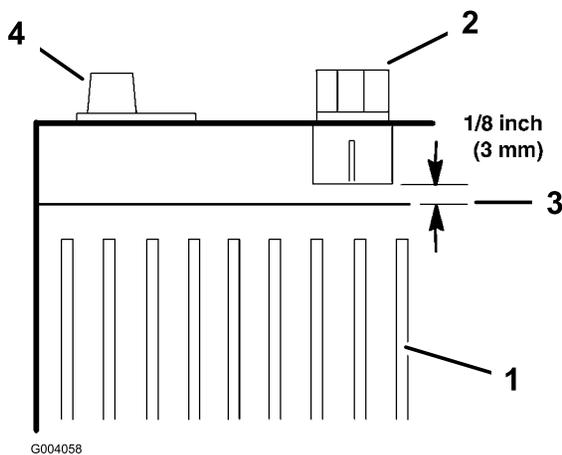

Figura 36
7. Añada suficiente agua destilada para que el nivel de electrolito llegue a 3 mm por debajo del fondo de cada hueco de llenado (Figura 36).